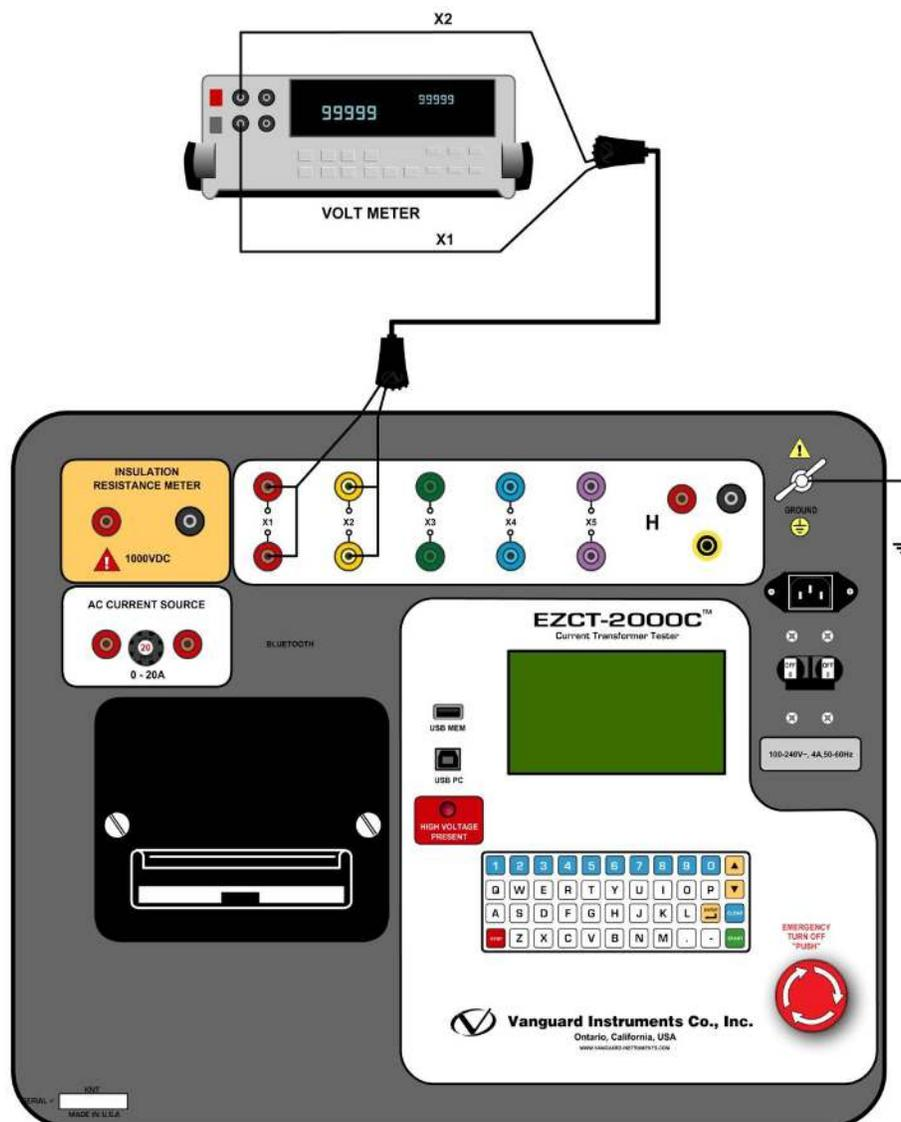

Figura. 26 Conexões de teste de verificação EZCT-2000C  $V_x$
- Conecte os cabos X a um voltímetro RMS, conforme mostrado na Figura. 26.